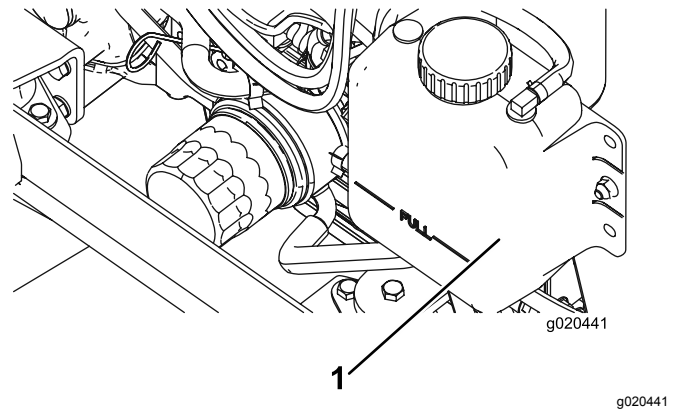

Bild 108
2. Schrauben Sie den Kühlerdeckel und den Deckel vom Ausdehnungsgefäß vorsichtig ab (Bild 108).